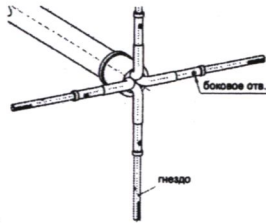

Рисунок 6
- 2.3 Вставить зачищенную жилу провода в отверстие хвостовика контакта (штырь или гнездо) до упора (рисунок 6). Визуально контролировать правильность вставления жилы через боковое отверстие хвостовика - она должна быть видна. Все проволочки токопроводящей жилы должны быть вставлены в отверстие хвостовика контакта, не допускается наличие торчащих проволочек токопроводящей жилы провода.